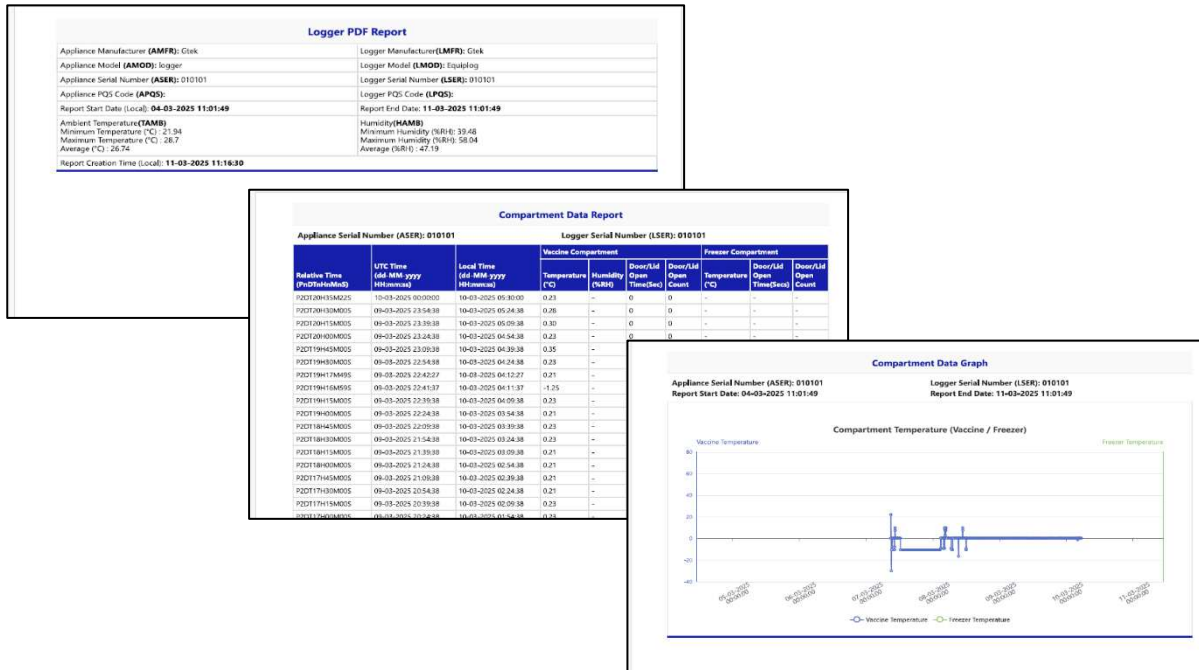

图 58 为选定的设备生成 PDF 数据报告
- PDF 报告包含选定的数据表及其选定时间段过滤器的图表，如图 58 所示。